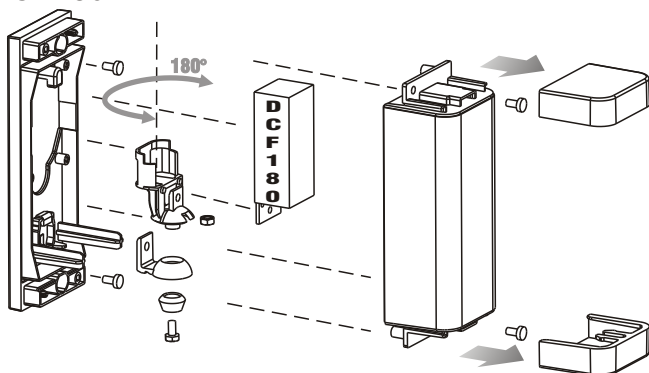
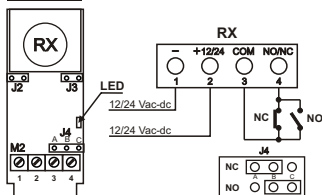

FIG. 1
FIG. 2
Effectuer les branchements comme indiqué sur la **Fig. 1 (RX) Fig. 2 (TX)**. Fixer la cellule photoélectrique et l'alimenter avec une tension comprise entre 12 et 24 V cc/ca. Couvrir la cellule photoélectrique à l'aide du panneau avant et fixer ce dernier à l'aide des vis fournies en équipement. Couper le rayon plusieurs fois et contrôler la bonne réponse du relais.
Voer de aansluitingen uit zoals aangegeven in **Fig. 1 (RX)** **Fig. 2 (TX)**. Bevestig de fotocel en voed met een spanning begrepen tussen 12 en 24 V dc/ac. Dek de fotocel af met de voorzijde en zet deze vast met de bijgeleverde schroeven. Onderbeek de bundel meerdere malen om de correcte reactie van het relais te controleren.